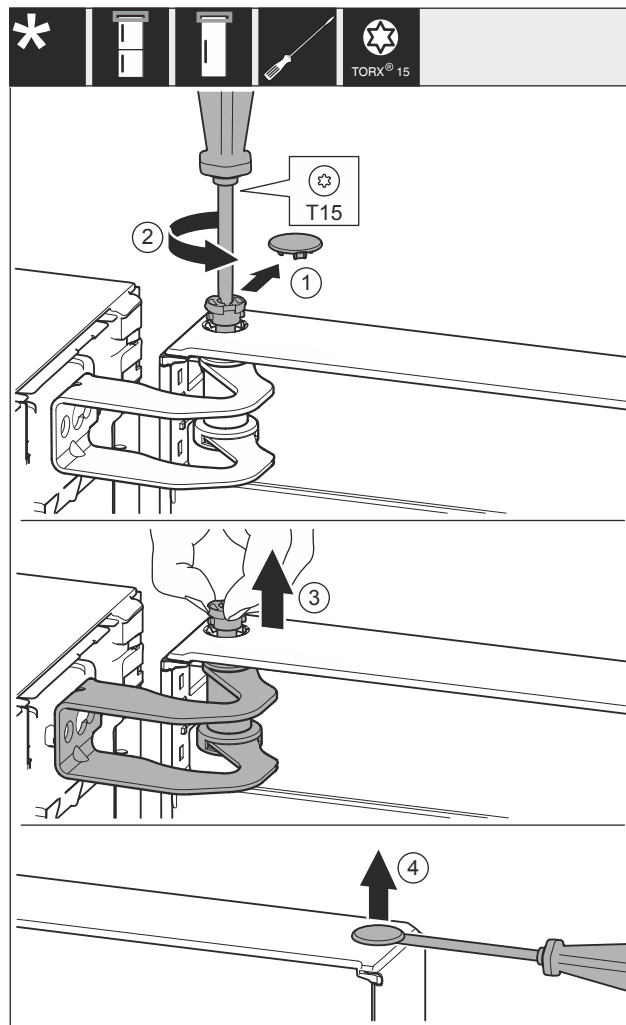

Fig. 12
- ▶ Осторожно снимите крышку Fig. 12 (1).
- ▶ Немного выкрутите палец Fig. 12 (2) отверткой.
- ▶ Вручную вытяните палец Fig. 12 (3).
- ▶ Осторожно приподнимите крышку Fig. 12 (4) отверткой и снимите ее.